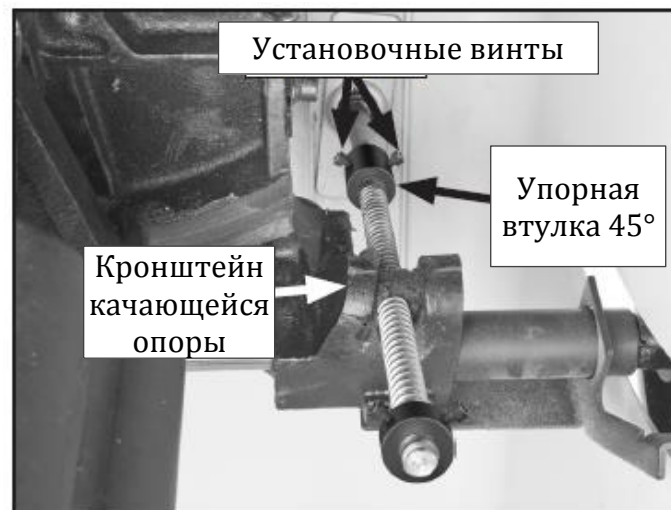

Рис. 66. Упорная втулка 45°
5. Открыть крышку двигателя, ослабить винты с шестигранным шлицем упорной втулки 45°, рис. 66, затем отвернуть упорную втулку на один оборот от кронштейна качающейся опоры. Это обеспечить установку пилы на угол 45° на следующем шаге.